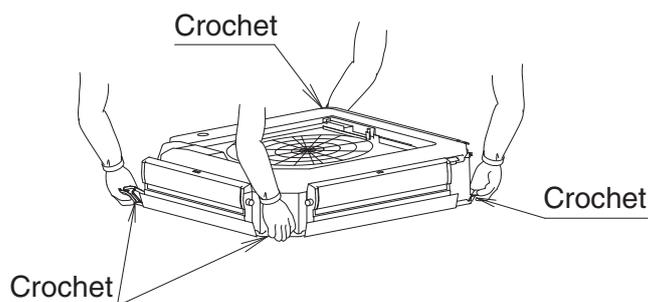

Fig. 9
- Lors du transport de l'unité intérieure, tenez-la par les supports en métal d'accroche. (reportez-vous à la fig. 9)